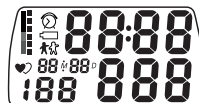

Рис. 12
3. На дисплее кратковременно высветятся все символы (рис. 12), раздастся звуковой сигнал и начнется быстрое нагнетание воздуха в манжету.